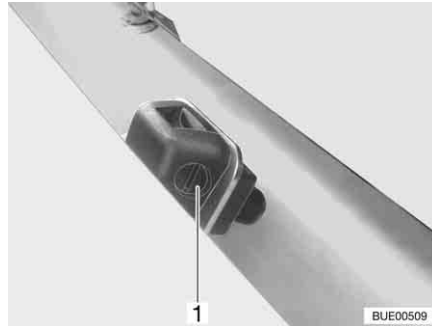

Bild 30 Spolarmunstycke
- Vrid ställskruven (Bild 30,1) med en lämplig skruvmejsel tills önskat läge nås.